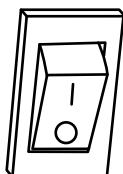

Рис. 9
7.1.1 Установите выключатель зажигания в положение «ВКЛ» (рис. 9).